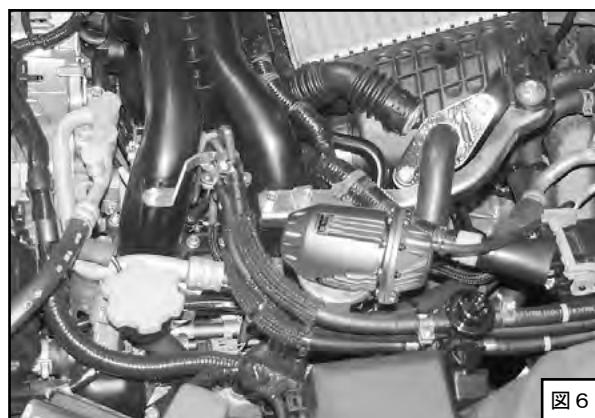

図6
- (8) ブローオフアッセンブリやブローオフステーがボディなどと干渉しない様位置を決め、ホースバンド・ボルトを本締めしてください。（図6）
- (9) 1.-(6)で外したワイヤーハーネスのコネクタとハーネスクランプを元のように取付けてください。（図6）
- (10) ホース類がたるまない様、キットパーツのタイラップ（大）で固定してください。